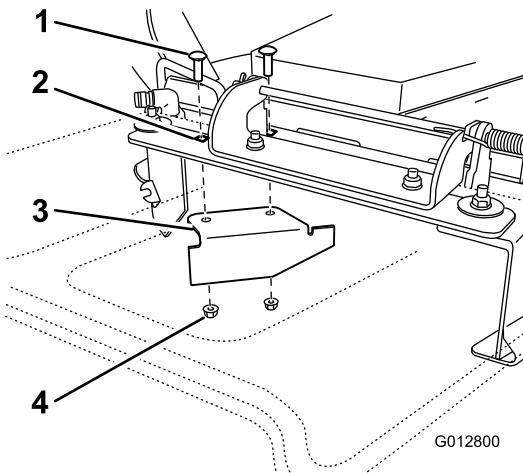

Figura 35
11. Nel sacchetto delle parti sciolte, individuate i deflettori di chiusura. Rimuovete gli elementi di fissaggio dai fori posteriori della piastra di scarico. Montate il deflettore nell'apertura di scarico laterale sul piatto di taglio (Figura 35).